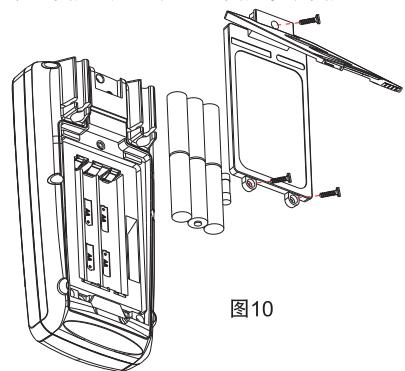

图10
2、电池/保险丝安装或更换(见图10)
本产品的电源为碱性电池1.5V(5号)x6节，请参考图10
- ①把旋转开关转到 OFF (关闭)位置并从端子上把测试导线拆下。
- ②用标准十字螺丝刀将电池盖上的三颗螺丝拆下，拿掉电池盖，取出电池，按照极性安装新电池。
- ③请使用同一型号的电池，不要安装不适当的电池。
- ④将已损坏的保险丝按照图10方式取出，然后换上同一规格的保险丝，保险丝规格: 0.5A/1000V。
- ⑤安装新的电池后，装上电池盖，并锁紧三颗螺丝即可。